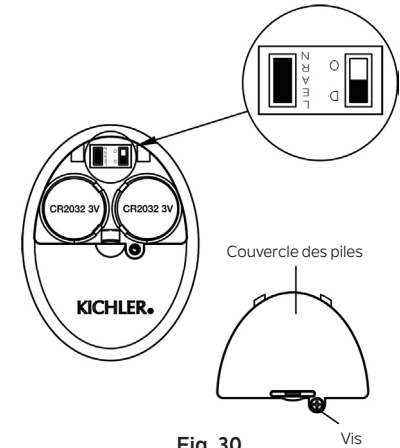

Fig. 30
Si ce processus ne fonctionne pas, la télécommande ne fonctionnera pas. Pour effectuer ce processus manuellement, suivez les étapes ci-dessous : Après l'installation et le câblage de l'unité, rétablissez l'alimentation de votre ventilateur, appuyez sur la touche « LEARN » et maintenez-la enfoncée pendant 1 à 3 secondes, le ventilateur se mettra en marche à vitesse moyenne et la lumière (si installée) s'allumera. Cela confirme que le processus d'apprentissage est terminé. Cette opération doit être effectuée dans les 30 secondes suivant la remise sous tension du ventilateur. (Fig. 30)
REMARQUE : Assurez-vous que l'interrupteur à glissière dans le compartiment à piles marqué « D O » est en position « D ». (Fig. 30)
Étape 4. Remettez le couvercle de la pile et serrez avec un tournevis. (Fig. 30)